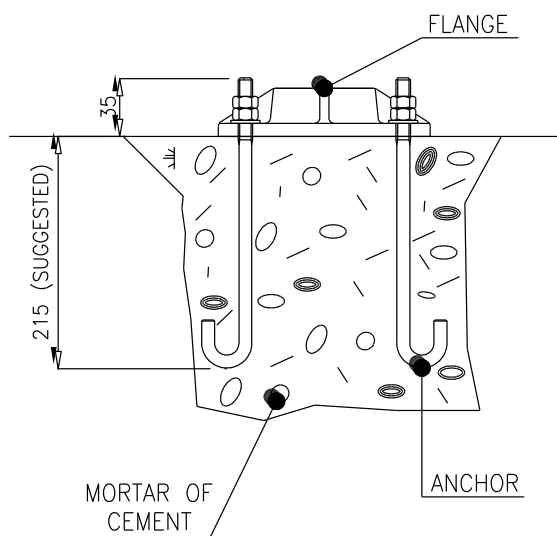

Figure 3 - Installation de la bride avec boulons d'ancrage
- e) Il est recommandé que les boulons d'ancrage, utilisés pour l'ancrage de la bride, soient montés après avoir terminé la fondation en béton. Les boulons d'ancrage doivent être intégrés avec précision dans les murs comme le montre la figure 3 et de manière à assurer le parallélisme de l'axe marqué sur la bride et de l'axe du panneau.